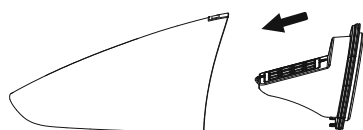

Bild 12
5. Setzen Sie den Filter wieder in die Staubkammer ein. (Bild 12).